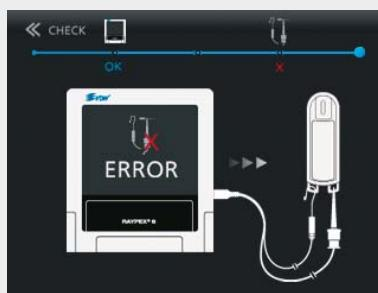

Fig. 35 Acessórios em condição "ERROR"
- A função "CHECK" do cabo é iniciada automaticamente, e os resultados do teste ("OK" Fig. 34, ou "ERROR" Fig. 35) são mostrados na tela.